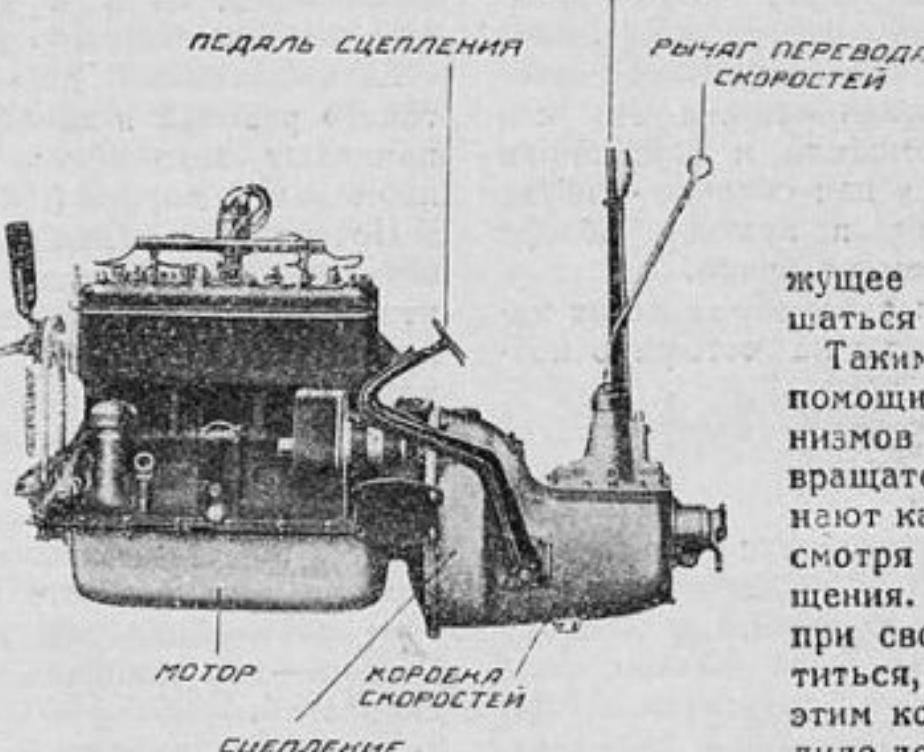

Рис. 4
*A* — моторная группа, состоящая из бензинового двигателя, сцепления и коробки скоростей; на рис. 4 эта группа представлена отдельно и указано расположение перечисленных выше механизмов. Впереди автомобиля расположен прибор *P*, называемый радиатором и служащий для охлаждения воды, пропускаемой через рубашку двигателя для охлаждения его стенок.